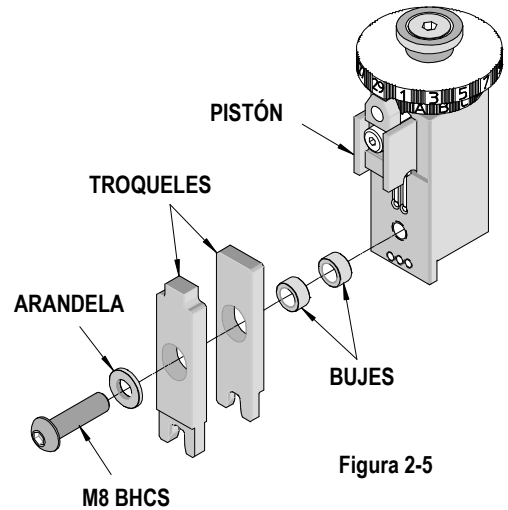

Figura 2-5
2. Para retirar los troqueles, use una llave hexagonal de 5 mm para retirar la tuerca M8 BHCS que sujeta los troqueles, la arandela, y el manguito al pistón. Véase la figura 2-5.